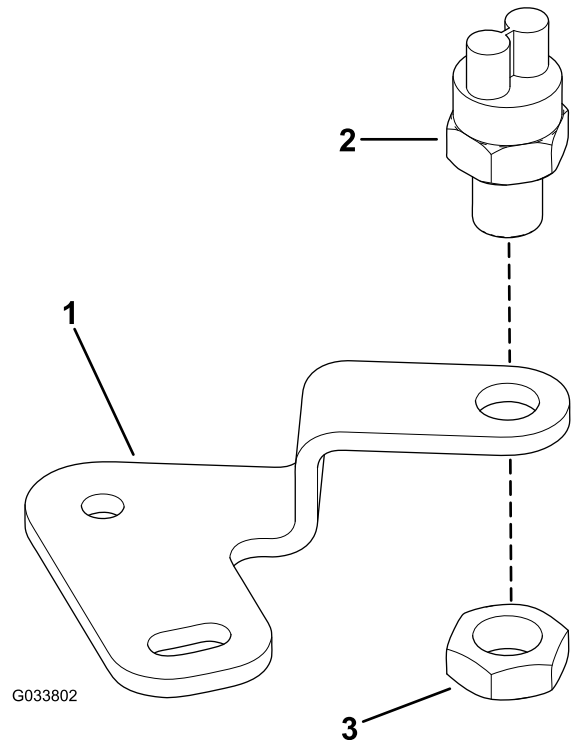

図 3
- ボールスイッチ用ブラケットにボールスイッチを取り付けるジャムナット9/16 インチを使って 図 3 のように取り付ける。